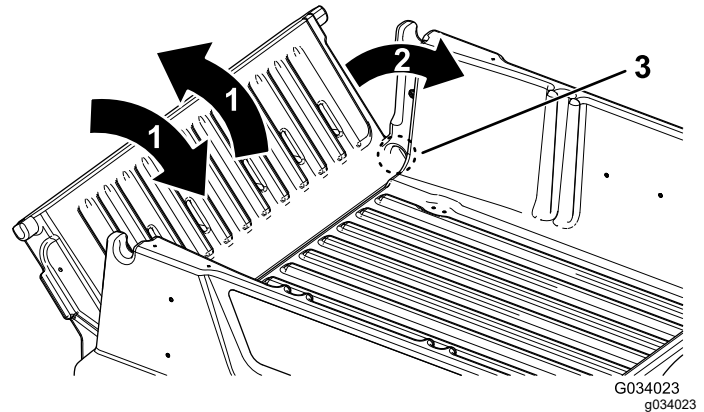

図 16
2. テールゲートを 45° 程度の角度にする 図 16。
3. この位置から、テールゲートを小刻みに前後に振るよう回数往復させる 図 16。